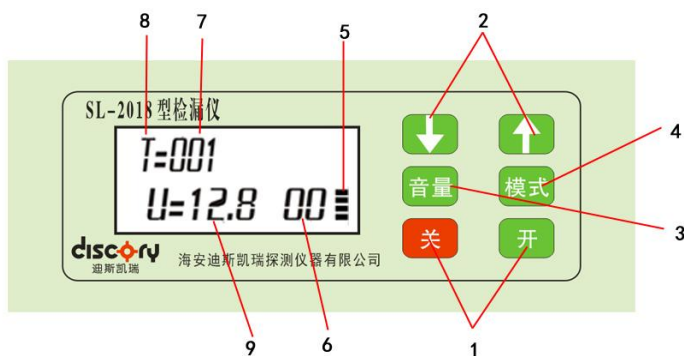

图 3 检测仪面板示意图
**3、检测仪：**检测仪和检漏线配合使用，用于检测防腐层破损点及破损点大小分级。其功能示意如图 3 所示。